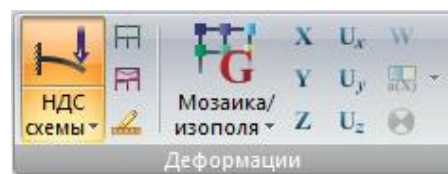

Рис. 78. Панель **Деформации**
- **Деформации** (рис.78) – операции, которые позволяют отображать деформации расчетной схемы.
Панель **Деформации** (рис.78) содержит следующие команды: